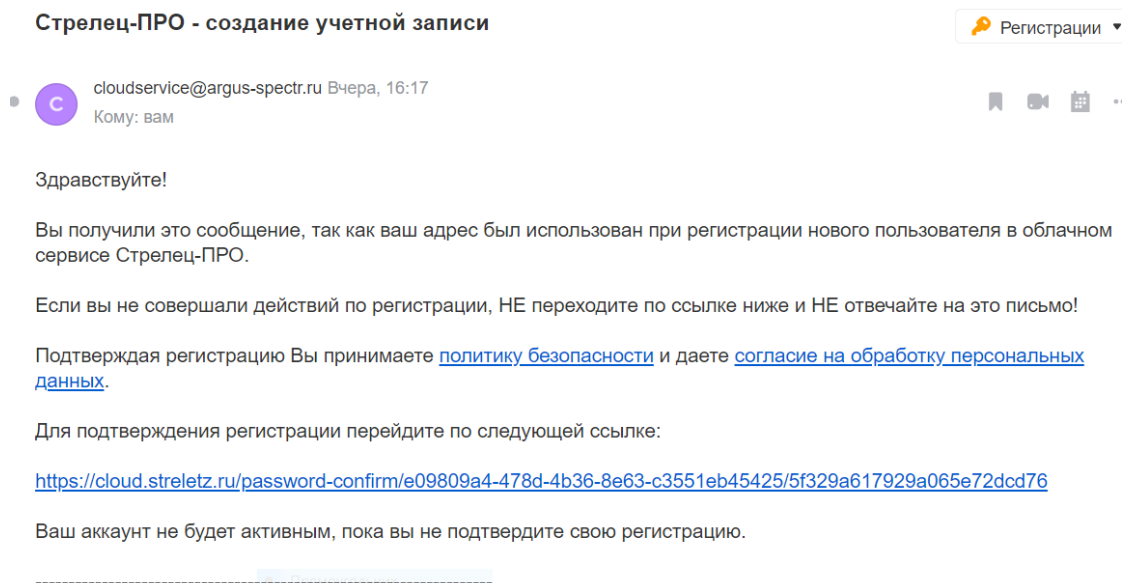

Рисунок 6.53
- В теле письма будет ссылка, по которой необходимо перейти для регистрации (Рисунок 6.53).